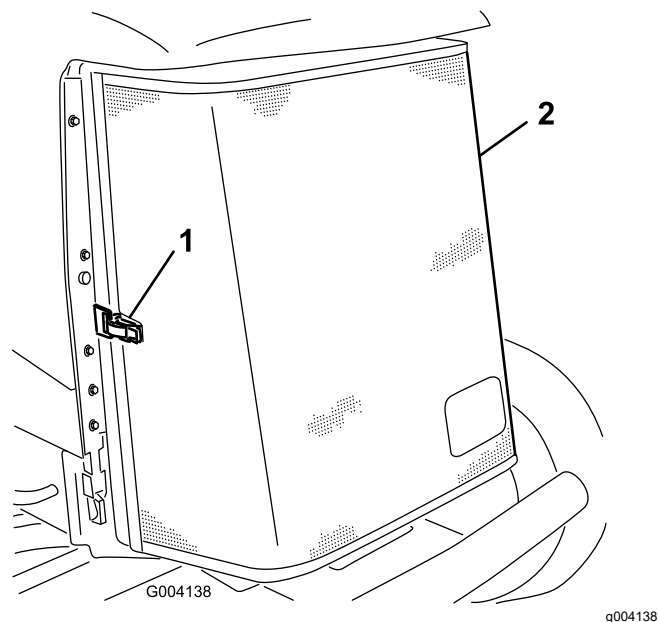

Figura 86
3. Desprenda a braçadeira e articule para abrir o painel traseiro (Figura 86).